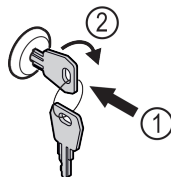

Fig. 204
- ▶ Вставьте ключ. Fig. 204 (1)
- ▶ Поверните ключ на 90° по часовой стрелке. Fig. 204 (2)